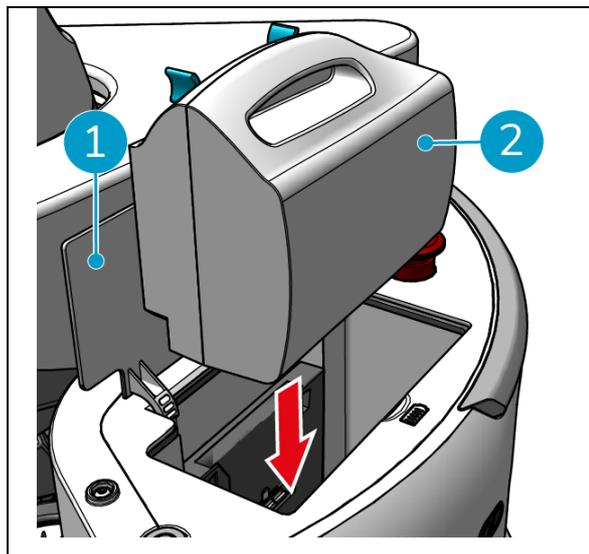

Figure 11
1. Ouvrez le couvercle du compartiment à piles de l'unité principale (Figure 11, pos. 1).
2. Poussez la batterie (Figure 11, pos. 2) dans le logement de la batterie. Un clic indique que la batterie est verrouillée.